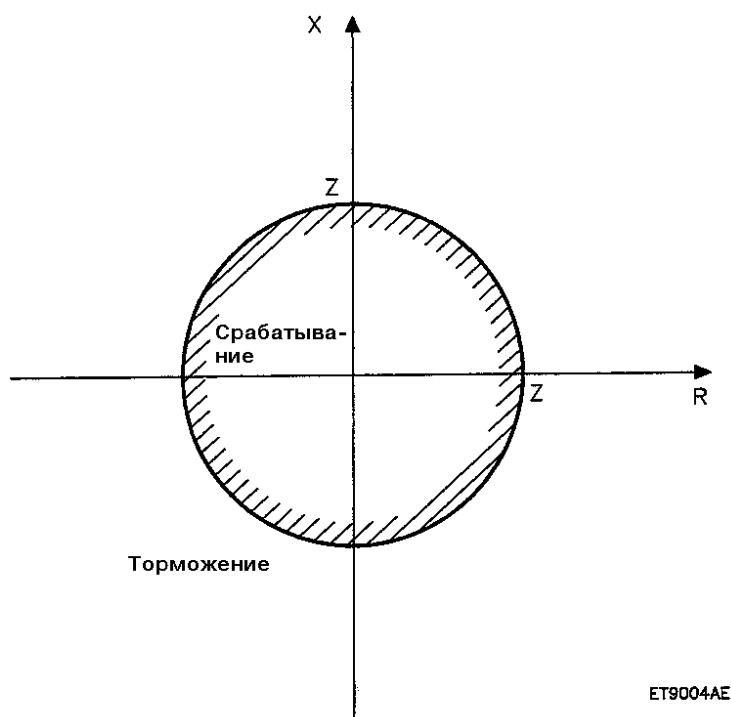

Рисунок 3.77. Характеристика срабатывания функции защиты минимального полного сопротивления
- круговая характеристика срабатывания (см. Рис. 3.77)